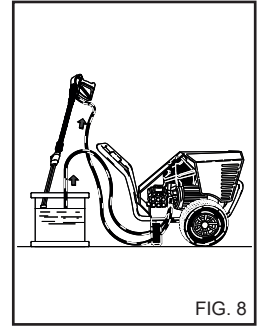

FIG. 8
Bed forhandleren om kataloget over de rengøringsmidler som kan anvendes afhængig af arten af det pågældende vaskearbejde og den overfladetype der skal behandles. Efter brug af rengøringsmiddel, skal rengøringsmiddelindtaget skylles ud med rent vand. (Fig. 8).
- 1) Efter brug sammen med rengøringsmidlet skal højtryksvandsystemet skylles omhyggeligt: Lad pumpen være aktiveret i 1 minut, mens doseringshanen er fuldstændigt lukket. (fig. 8).
4) Efter anvendelse med sæbe skal sugerekredsløbet skylles. Sæt slangen til sæbeindsugning (fig. 8) ned i en dunk med rent vand og lad pumpen køre i ca. 1 minut med spulerøret i sæbetilsætningsfunktion.